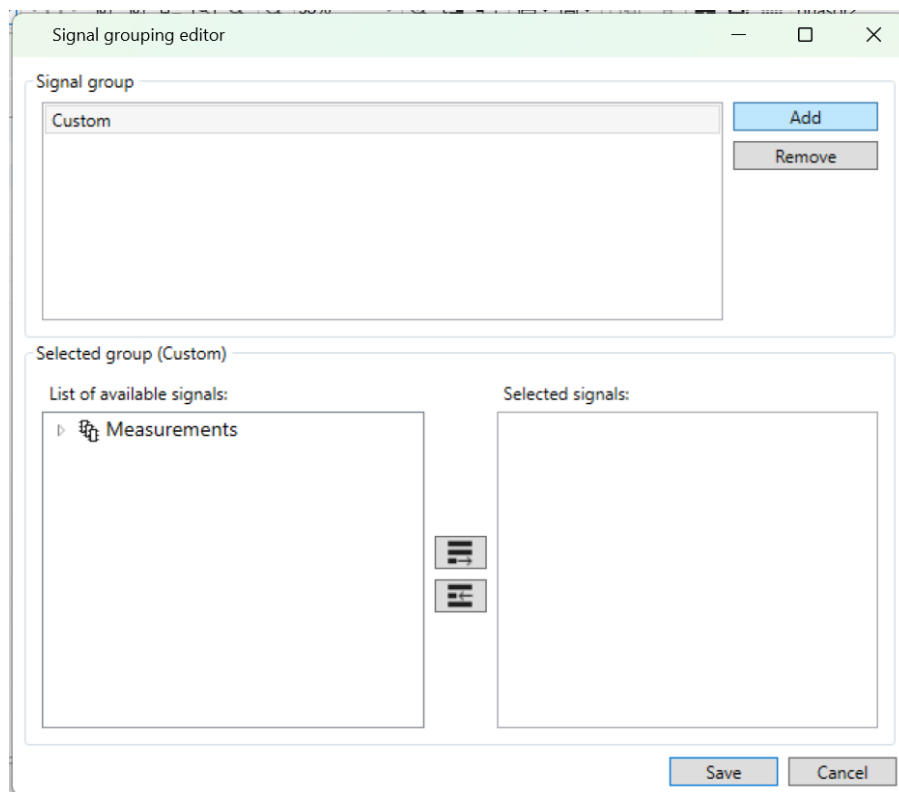

Imagen 176_Creación de un grupo para el display.
3.38 Vamos a la ventana de “*Object Properties – listld*” donde nos abrirá la siguiente sección de a añadir un grupo en esta ventana seleccionando “Add” como se muestra en la **Imagen 176**.